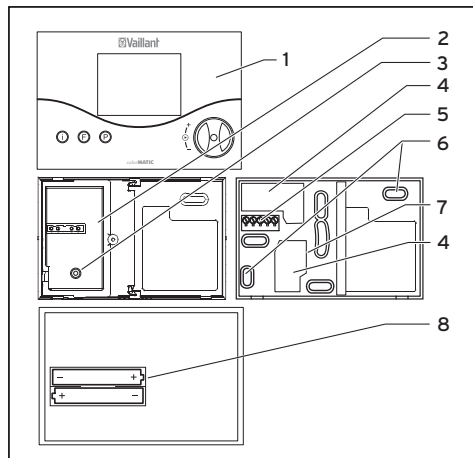

Fig. 9.1 Montaggio della centralina della regolazione ambiente
La centralina è collegata alla caldaia tramite un cavo di collegamento bipolare sui morsetti 3-4 (vedi fig. 9.1, pos. **5**).
- Staccare la centralina di termoregolazione (1) dal supporto murale (7).
- Aprire la copertura di protezione interna (2) del supporto murale (7), allentando la vite (3) e ribaltando la copertura verso destra.
- Praticare due fori di fissaggio (6) con diametro di 6 mm (come illustrato alla fig. 9.1) ed inserire i tasselli in dotazione.
- Fare passare il cavo di allacciamento attraverso l'apposita apertura (4) che si trova al di sotto della copertura di protezione interna.
- Inserire le batterie in dotazione nel vano batterie (fig. 9.1, pos. **8**) posto sul retro della centralina di termoregolazione. Assicurarsi che la polarità delle batterie sia corretta.